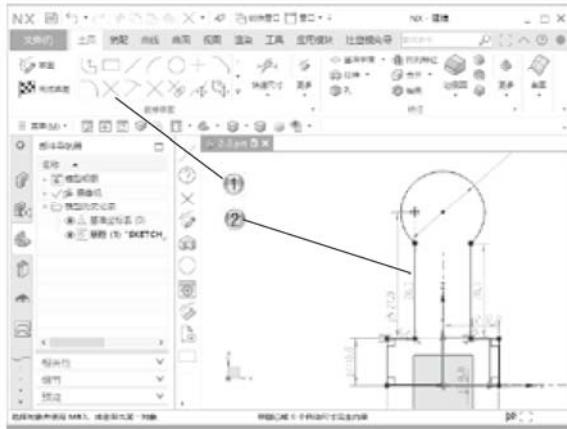

图 2-57
① 单击【主页】选项卡中的【快速修剪】按钮×，如图 2-57 所示。
② 在绘图区中，修剪圆形和矩形。